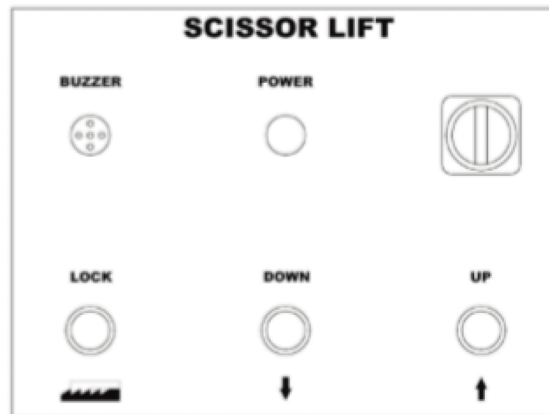

Figura 18
- Conecte a mangueira que vem do compressor de ar na entrada da válvula eletromagnética pneumática dentro da central de controle. (Figura 18)